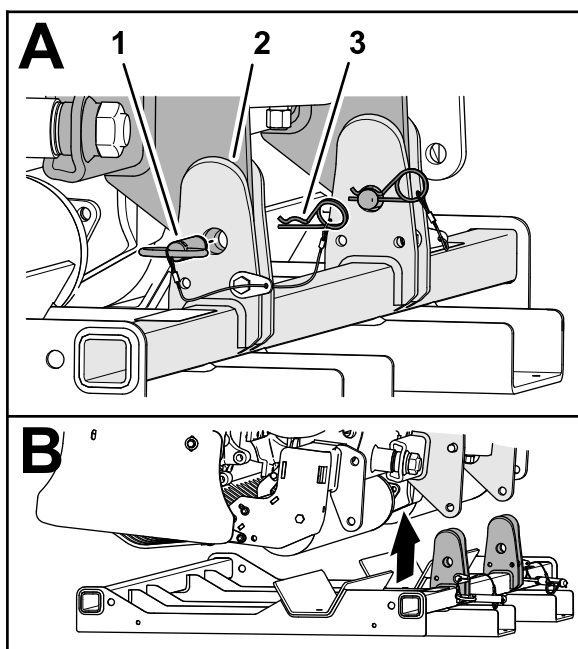

図 21
2. 保管用のスタンドのピン2本をスタンドに固定しているヘアピン2本を抜き取る 図 21。
3. 保管用スタンドのピン2本を抜き取る 図 21。